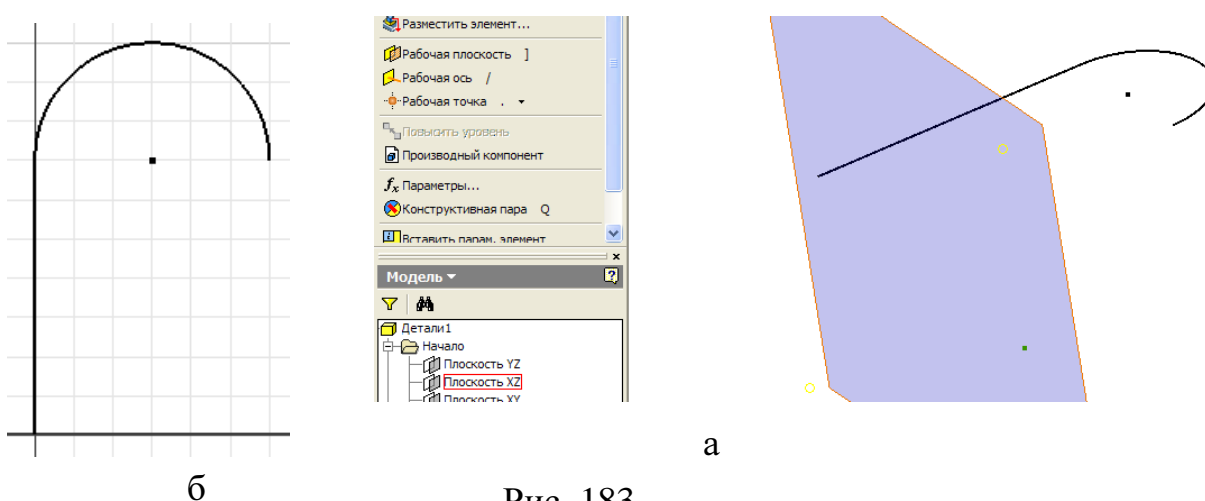

Рис. 183
Откройте новый файл .ipt. Нарисуйте эскиз, рисунок 183, а. Этот эскиз задает **Путь** (Path) продвижения. Зададим эскиз для сдвига по заданной траектории. Для этого нужно создать эскиз, плоскость для создания эскиза нужно задать с помощью команды **Рабочая плоскость**.
**Возврат - Изометрия – Рабочая плоскость**  Рабочая плоскость - зададим рабочую плоскость, которая будет расположена перпендикулярно нашей кривой и будет проходить через ее начало (рис. 183, б) – укажите **точку начала траектории** - в браузере откройте ветвь **Начало** – укажите **Плоскость XZ** (рис. 183, б) – (последней операцией создана новая **Рабочая плоскость, проходящая через точку**).